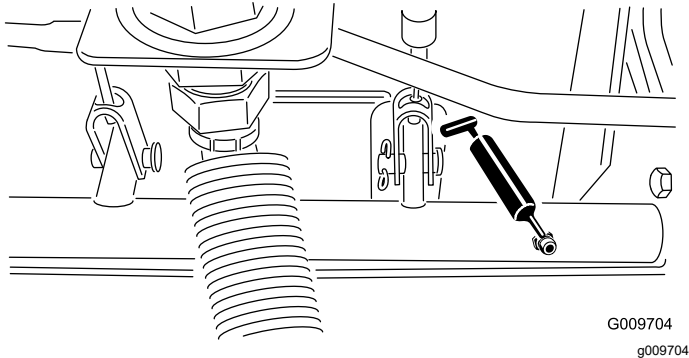

Figure 50
- Roulements d'axes de pivots de freins (5), comme montré à la Figure 50.